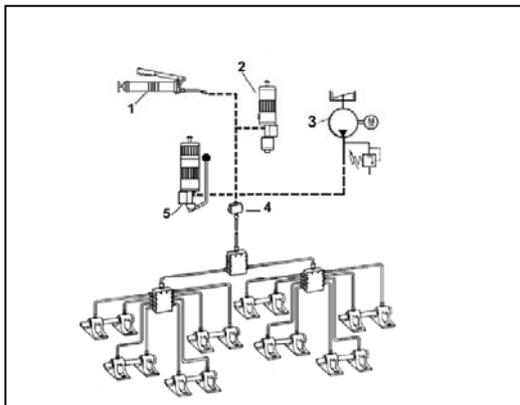

Рис.5 Централизованная система смазки
* Совместно с насосом, имеющим различный привод, можно получить недорогую централизованную систему смазки, смотри Рис.5.